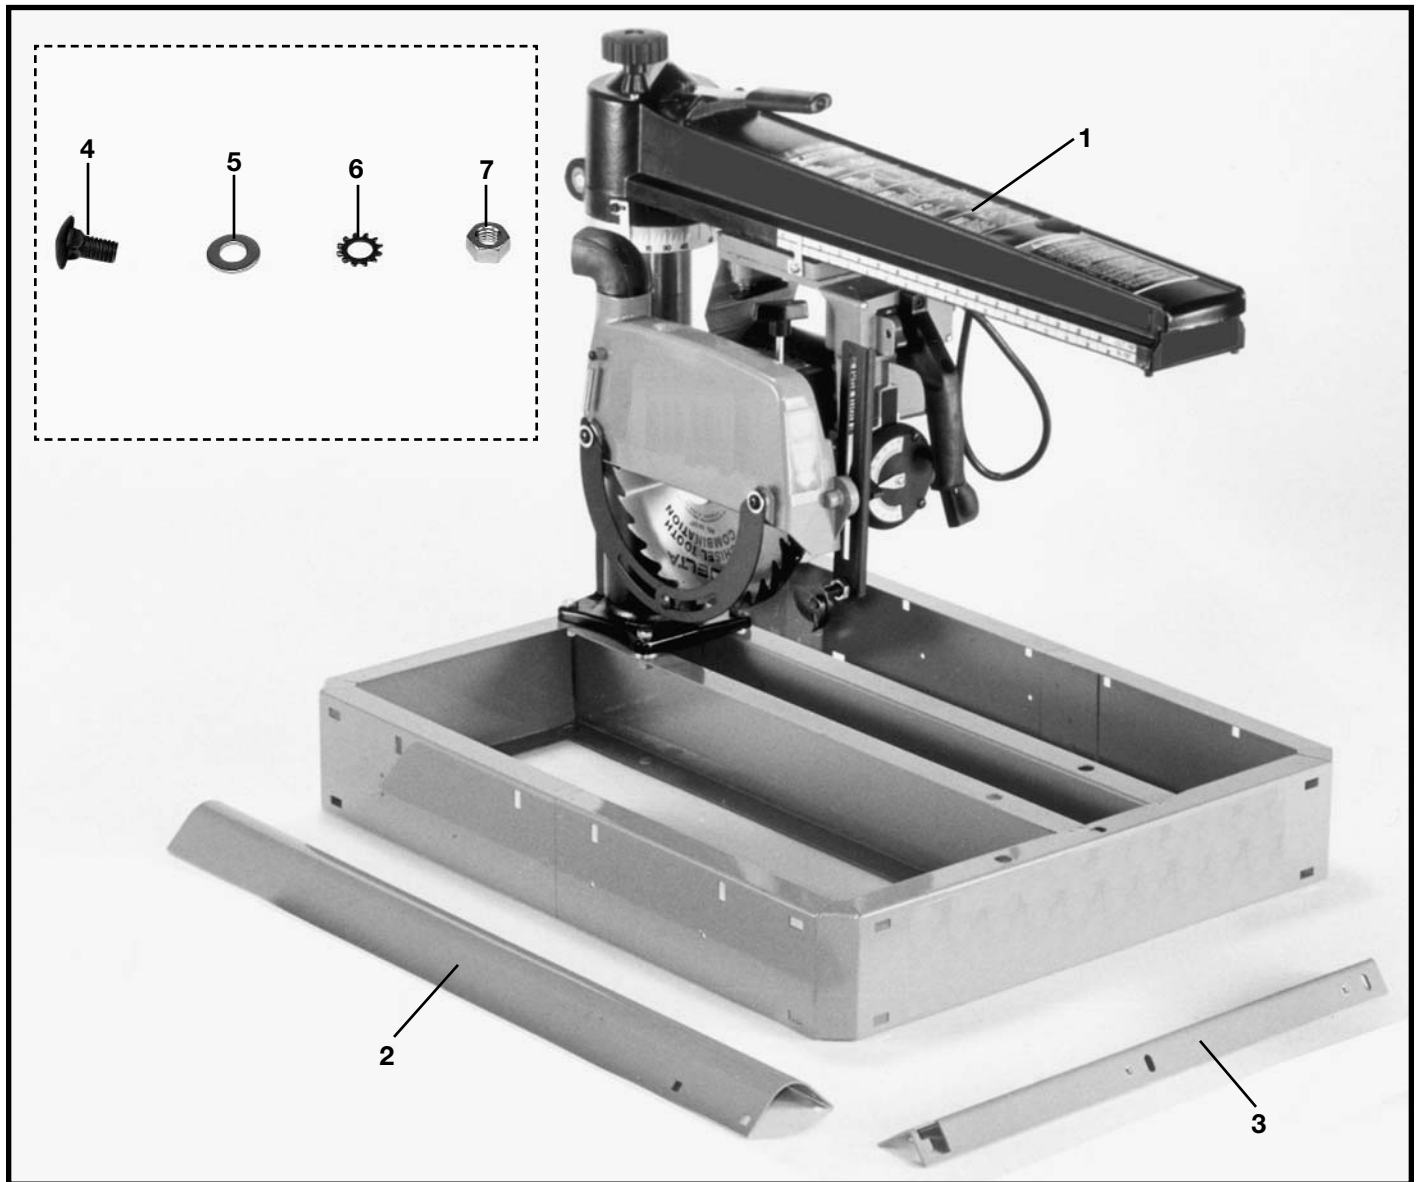
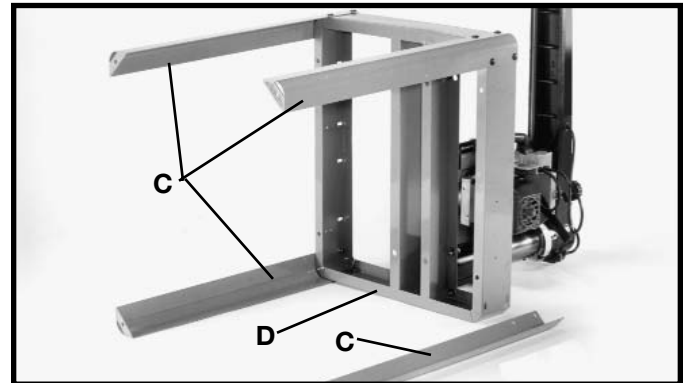

Fig. 4
Fig. 9
3. Coloque la Sierra de Brazo Radial cuidadosamente de espaldas y monte una pata (C) Fig. 9 (tres de las cuales se ilustran ensambladas) a cada esquina de la base de la sierra (D) utilizando dieciséis tornillos de carrocería de 5/16-18 x 5/8 pulg. (E), arandelas planas (G), arandelas de cierre de dientes externos (H) y tuercas hexagonales (J). Coloque la arandela plana en el perno. El perno del separador de millares a través de los agujeros entonces ensambla la arandela de cierre y la tuerca. Apriete la herramienta manual en este momento sin apretarla por completo. También refiera a fig. 4 de la dotación física.